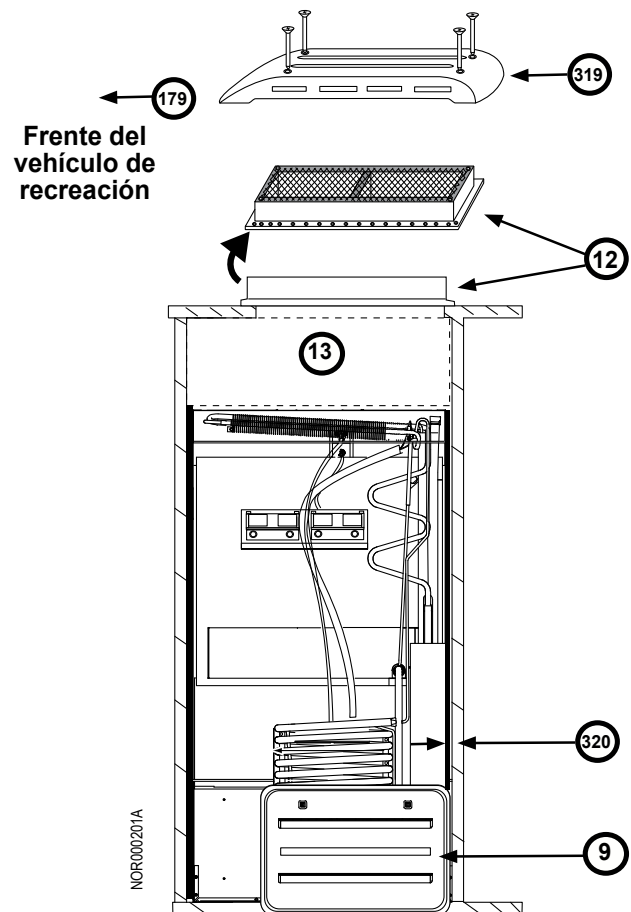

Fig. 6: Ventilación típica de escape del techo
- deflectores laterales [320] (fig. 6)
El aire de combustión y ventilación fluye por la toma de ventilación inferior [9] (fig. 6), que también funciona como acceso o puerta de servicio. La toma de ventilación inferior debe estar libre de obstrucciones que puedan restringir el flujo de aire fresco hacia el recinto.
La tapa del techo [319] se ajusta en la toma de ventilación de escape. El extremo curvado se orienta siempre hacia el frente del vehículo de recreación [179] (fig. 6). Se sujeta con cuatro tornillos de cabeza en cruz de 6.3 cm.